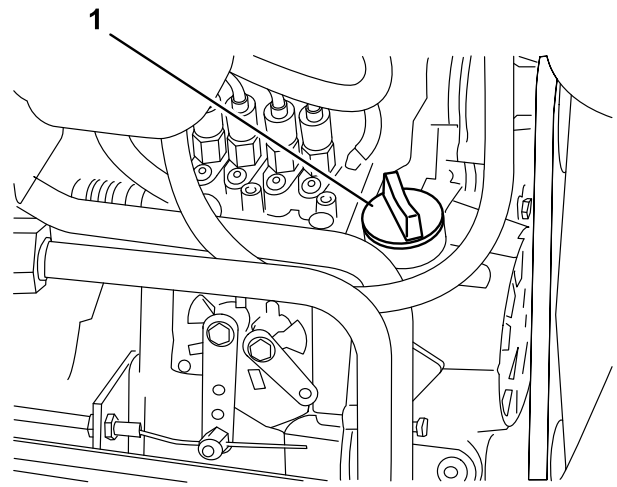

Figure 50
4. Si le niveau d'huile ne se situe pas dans la plage de sécurité, enlevez le bouchon de remplissage (Figure 50) et faites l'appoint jusqu'à ce que le niveau correct soit atteint.